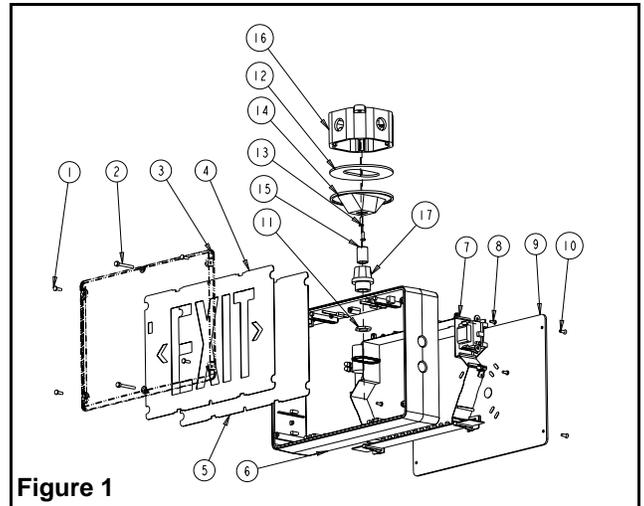

Figure 1
Montage au plafond (figure 1)
- d. S'assurer que la vis de retenue est accessible (voir figure 1, pièce n° 13). Utiliser les vis de la boîte de jonction pour fixer le couvercle à la boîte de jonction.
- f. Défoncer le trou situé sur le dessus du cadre. Il est important de défoncer le trou de gauche. Ce trou servira au montage (voir figure 1). Soutenir le cadre à l'aide de deux blocs de bois espacés à un pouce maximum. Enlever les trous défonçables en frappant d'un coup sec à l'aide d'un marteau et d'un tournevis. Débarrasser les trous de toute bavure, afin de permettre un bon contact avec le raccord fileté.